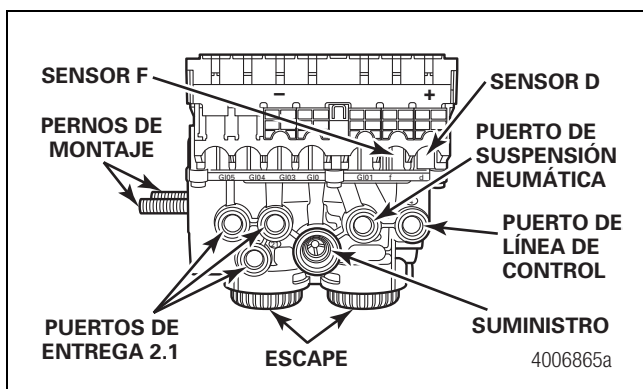
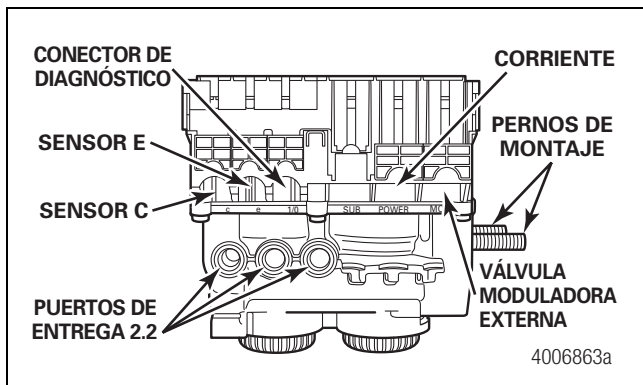
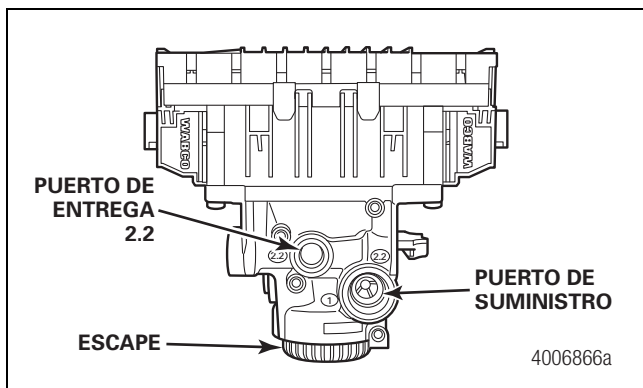

Figura 1
Figura 2
Figura 3
La sección de válvulas del conjunto de Unidad de Control Electrónico (ECU)/válvula moduladora doble contiene dos válvulas moduladoras separadas. Cada válvula tiene sus propios puertos de entrega, tres por válvula. Por consiguiente, la orientación de montaje – si la válvula está montada con los sensores apuntando hacia el frente o hacia atrás del semirremolque – determina el acoplamiento de los sensores. Figura 1, Figura 2 y Figura 3.
- Conecte las líneas de entrega de aire al conjunto de la ECU/Válvulas. Los puertos etiquetados 2.1 y 2.2 son NPTF de 3/8 de pulgada. Consulte en la Figura 1, Figura 2 y la Figura 3 las asignaciones de puertos de las válvulas de la ECU.